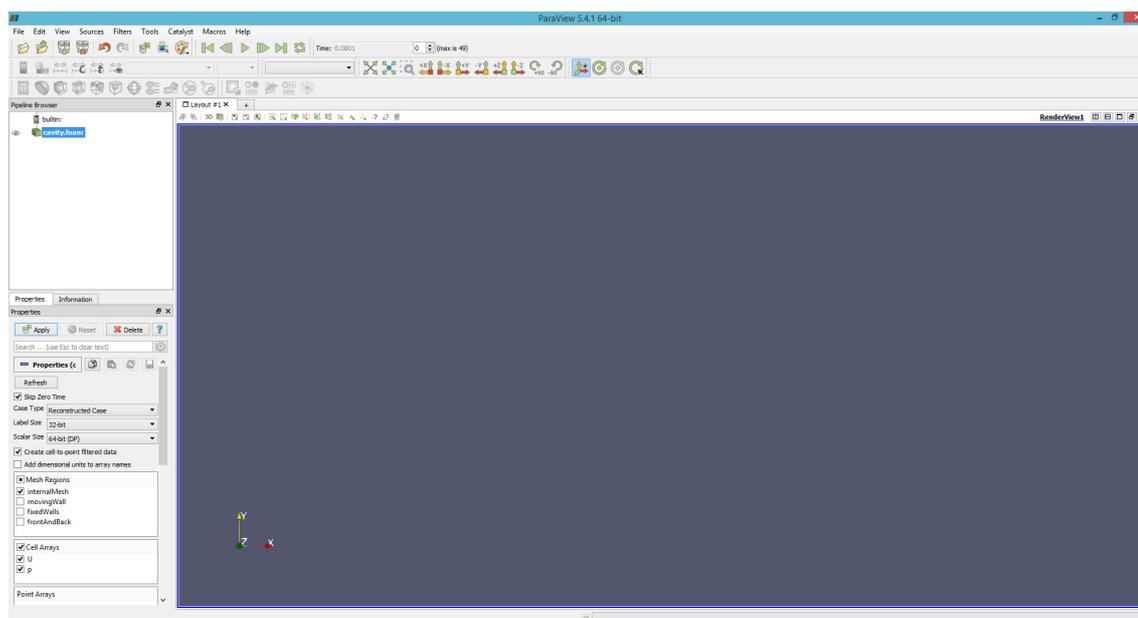

Рис. 20. Окно ParaView.
4. Введите paraFoam – запустится программа ParaView, используемая для визуализации решений (рис. 20). Если окно
Перейдите к работе с ParaView (рис. 20).